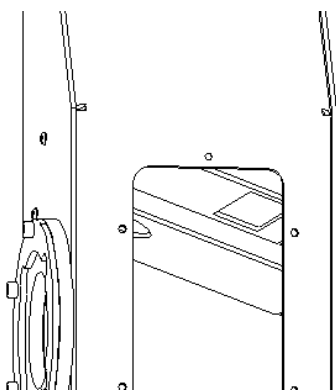

Figure 52 – Déflecteurs à l'intérieur de la boîte à fumées
- A l'intérieur de la boîte à fumée (Figure 52) se trouvent deux déflecteurs de fumée qu'il sera nécessaire de démonter pour obtenir un bon nettoyage.